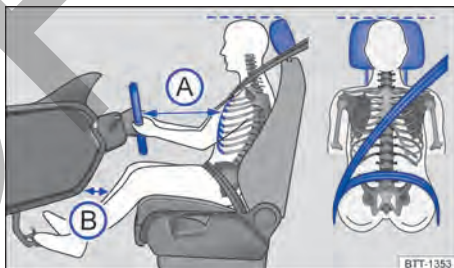

Fig. 20 Distancia correcta del conductor con relación al volante, posición correcta de la banda del cinturón de seguridad y ajuste correcto del apoyacabezas.
- Ajustar el asiento para que la distancia entre el volante y el tórax tenga como mínimo 25 cm → fig. 20 (A) y que el conductor pueda sujetar el volante del borde exterior con las dos manos y los brazos ligeramente doblados.
- Ajustar el asiento del conductor de manera longitudinal para que los pedales se puedan accionar con las piernas ligeramente dobladas y la distancia de la zona de la rodilla con el tablero de instrumentos sea de al menos 10 cm → fig. 20 (B).
- Ajuste el apoyacabezas para que su borde superior se encuentre preferentemente en la misma línea de la parte superior de la cabeza → fig. 20 – pero no por debajo de la altura de los ojos. Posicionar la parte posterior de la cabeza lo más cerca posible del apoyacabezas.